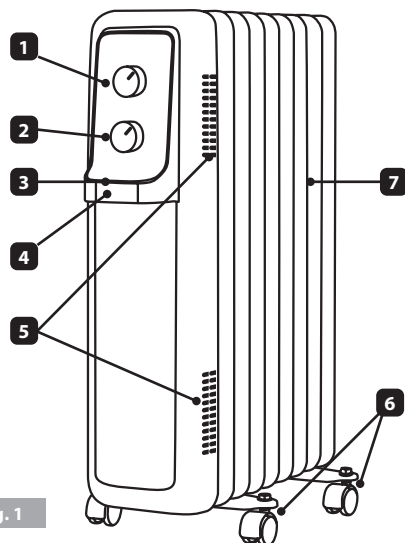

fig. 1
- montare le basi delle ruote di metallo con staffe e dadi - le basi devono essere posizionate come illustrato in **fig. 1**.